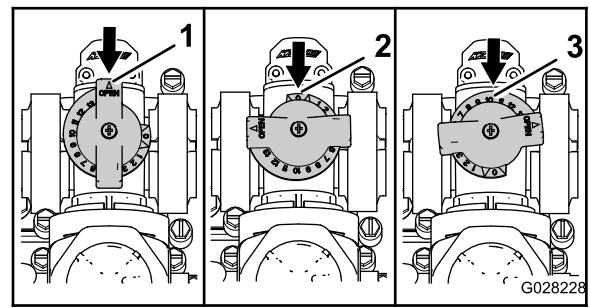

Figure 47
- La vanne de dérivation d'agitation est en position complètement OUVERTE comme montré en A sur la Figure 47.
- La vanne de dérivation d'agitation est en position complètement FERMÉE (0) comme montré en B sur la Figure 47.
- La vanne de dérivation d'agitation est en position INTERMÉDIAIRE (réglée en fonction du manomètre pour le système de pulvérisation) comme montré en C sur la Figure 47.